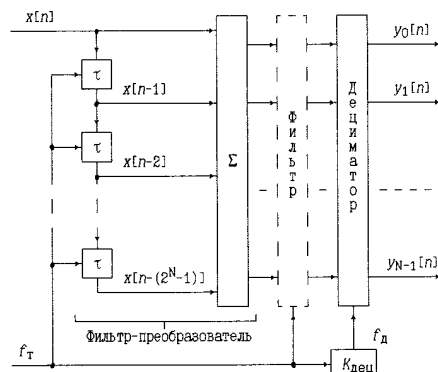
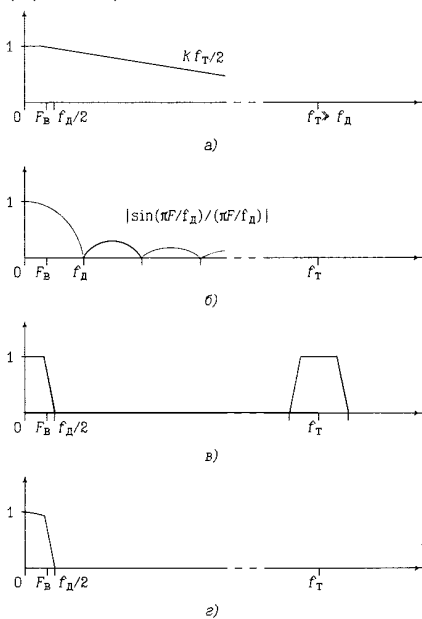

рис. 5
рис. 6
Фильтровый способ цифрового преобразования. Другой способ цифрового преобразования сигма-дельта модулированного сигнала основан на использовании цифрового фильтра с дециматором на выходе. На рис.5 показан трансверсальный фильтр с элементами задержки "τ" и сумматором "Σ" текущей незадержанной и предшествующих, задерживаемых на время τ , 2τ , 3τ , ..., $(2^N - 1)\tau$, посылок преобразуемого сигнала (обозначен на рисунке как "Фильтр-преобразователь"). Длительность задержки каждого элемента равна $\tau = 1/f_t$. Коэффициенты суммирования (весовые коэффициенты фильтра) равны единице. Фильтр-преобразователь и дециматор (без промежуточного фильтра между ними) эквивалентны счетчику и регистру на его выходе, используемым при счетном способе. Фильтр-преобразователь с помощью сумматора "подсчитывает" (суммирует) количество единичных посылок, приходящихся на интервал дискретизации, равный $\Delta t_i = 2^N \tau = 2^N / f_t$ (как и в счетчике), а дециматор – это тот же выходной регистр памяти, управляемый импульсами дискретизации. В фильтре используется один вход – младшего разряда и N выходов всех разрядов. В рассматриваемом случае, как и при счетном способе, частота дискретизации и функция фильтрации определяются формулами (3) и (4). Возможное построение фильтра-преобразователя дано в [4].
Рассмотренная особенность фильтрового способа дает возможность фильтровать преобразуемый сигнал до его децимации. Фильтрация осуществляется фильтром, включенным между фильтром-преобразователем и дециматором (рис.5). Указанный фильтр управляет тактовой частотой f_t . Процесс фильтрации в сигма-дельта АЦП показан на рис.6, где a – АЧХ аналогового фильтра на входе сигма-дельта модулятора (соответствует АЧХ на рис.1,а в первой части статьи); b – АЧХ фильтра-преобразователя; v – гребенчатая АЧХ цифрового фильтра, включенного между фильтром-преобразователем и дециматором; r – результирующая АЧХ сигма-дельта АЦП. На рис.6 не показана АЧХ сигма-дельта модулятора, которая для модуляторов 1-го порядка равномерна, а для модуляторов 2-го и более высоких порядков является АЧХ полиномиальных ФНЧ [4]. После фильтрации, показанной на рис.6, осуществляется децимация сигнала. Децимация (снижение частоты отсчетов) может быть полной или неполной – до частоты, равной или большей f_d .
Итак, назначение цифровых фильтров: первого – преобразование, сопровождаемое предварительной фильтрацией (рис.6,б); второго – дополнительная фильтрация (рис.6,в). В ряде случаев фильтрация, осуществляемая фильтром-преобразователем, оказывается достаточной, и дополнительную фильтрацию не применяют. Возможно также объединение функций преобразования и дополнительной фильтрации в одном фильтре. Дополнительный фильтр, как и фильтр-преобразователь, может быть многокаскадным. При этом возможно применение нескольких дециматоров – в каждом из каскадов. Спад АЧХ фильтра-преобразователя в зависимости от частоты (рис.6,б), в отличие от гребенчатой АЧХ при обычной фильтрации (рис.6,в), обусловлен рассмотренной выше "интервальной" дискретизацией, при которой информация, содержащаяся в последовательности одnorазрядных посылок на интервале, становится содержанием многоразрядной посылки. В качестве фильтра-преобразователя в большинстве случаев используют трансверсальный фильтр. Его коэффициенты суммирования, как указано выше, равны единице, но это не обязательно. Их сумма, например, может быть равна единице, а сами коэффициенты равны между собой. Отметим, что вход однокаскадного фильтра-преобразователя одnorазрядный (используется вход младшего разряда), а в многокаскадном фильтре междукаскадные входы и выходы имеют нарастающую разрядность. Отметим также, что однокаскадный трансверсальный фильтр-преобразователь – это интегрирующий фильтр (на интервале $2^N/f_T$), переходная характеристика которого имеет линейно нарастающий (ступенчатый) фронт, длительность которого равна указанному интервалу, а конечный уровень интегрирования равен 2^N .